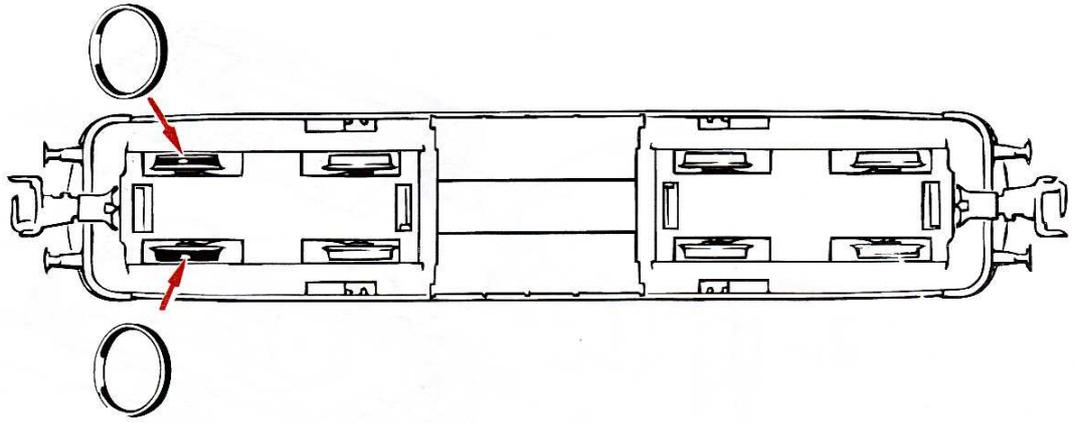

Fig. 8
2. Graissage: N'appliquez **qu'une toute petite goutte** aux endroits indiqués par le plan de graissage (fig. 8) après avoir démonté la caisse de la locomotive (fig. 3). Nous vous recommandons **le graisseur à huile ROCO réf. 10906**. Pour graisser les engrenages (roues dentées, vis sans fin) nous vous conseillons la **graisse spéciale Roco ref. 10905** pour engrenages en matières synthétiques. Lorsque vous utilisez cette graisse il faut éviter d'huiler ces composants. ⇨ L'assemblage
Exploitation en télécommande multi-train: Veuillez démonter d'abord la caisse (fig. 3). Enlevez ensuite la fiche de shuntage de l'interface (à conserver!) et enfichez finalement la fiche du module de télécommande aux prises de l'interface. Veuillez à la position correcte de la fiche (voir fig. 8).